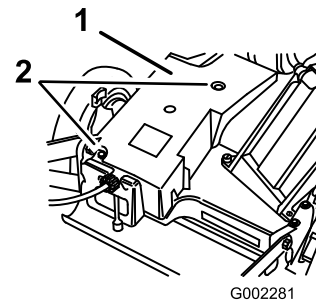

Figura 37
3. Retire los pernos que fijan la cubierta de la correa (Figura 37) a la carcasa del cortacésped.